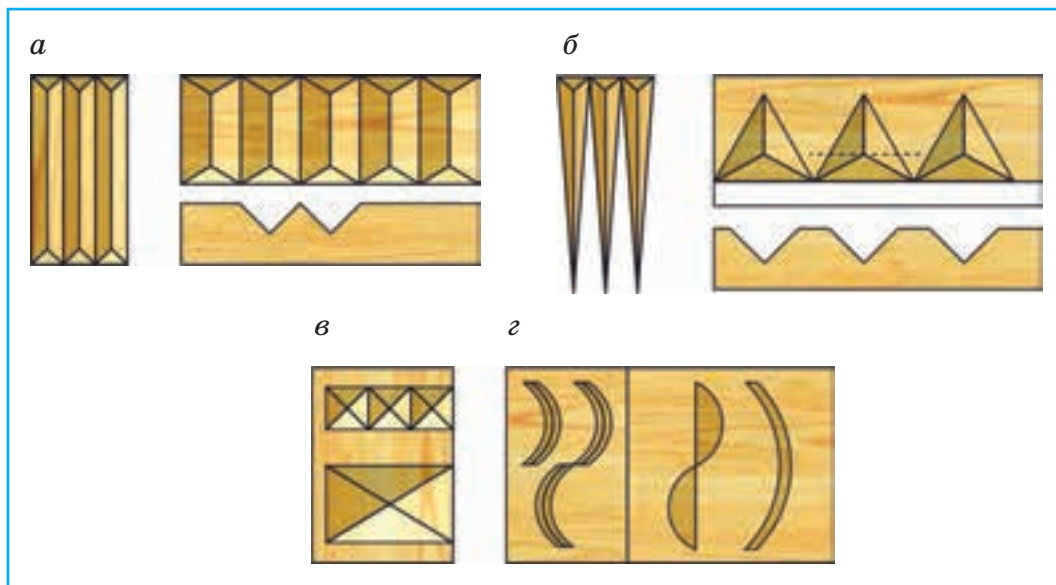

Рис. 87. Основные элементы геометрической резьбы:
Основные элементы геометрической резьбы — **двугранные, трёхгранные, четырёхгранные выемки**, а также **криволинейные выемки** в виде скобок (рис. 87).
**Грани** предмета — это его плоские поверхности, которые расположены под определённым углом друг к другу. Если выемка имеет две грани — это двугранная выемка, если три грани — трёхгранная, если четыре — четырёхгранная (см. рис. 87, *а—в*).